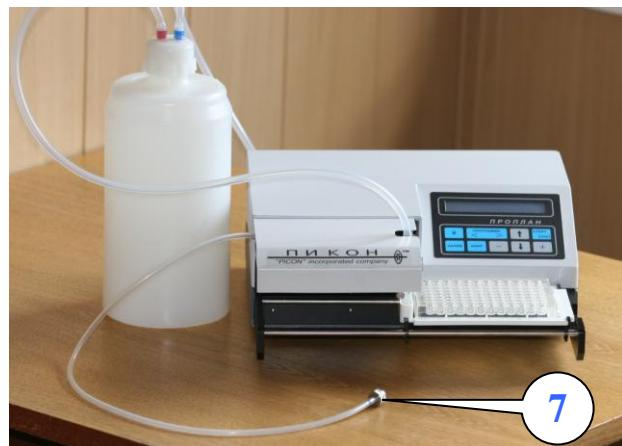

Рис. 5
4. Фильтр промывающего (заливного) раствора (поз. 7, **рис. 5**) установлен на конце шланга.